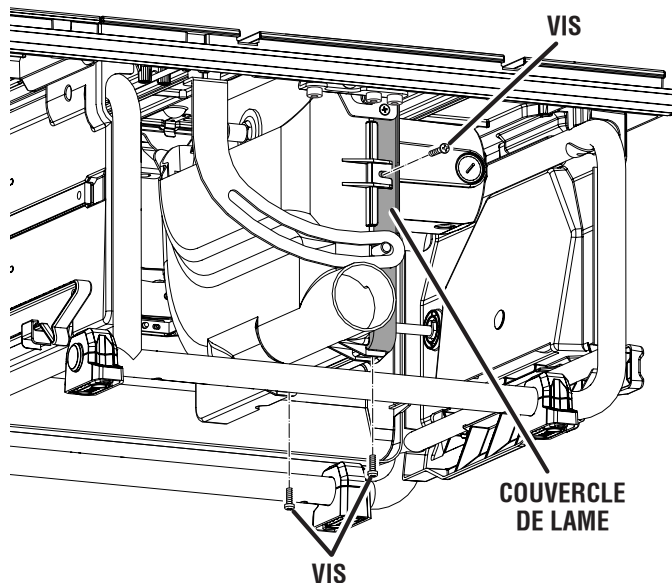

Fig. 55
- Retirer les vis et ouvrir le couvercle du lame. Nettoyer la poussière de scie et les puces de bois de le couvercle du lame. Fermeture et obtenir. (Voir la figure 55.)